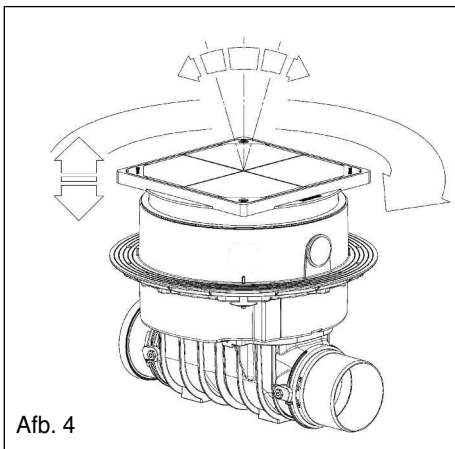

Afb. 2
B. Vergrendelingsstand (afbeelding 2, volledig geopende en bedrijfs- en noodafsluiter)
Voor het aansluiten van de elektrische kabels van sonde en aandrijfmotor dient op locatie een lege kabelbuis (minimaal DN 50, KESSEL adviseert 2 x 45°-bochten) tot op minimaal montagevloerhoogte (zie afb. 2) te worden gelegd en in de kabeldoorvoer in het tussenstuk van de KESSEL-Staufix FKA te worden ingebracht. De bijgevoegde profiell-